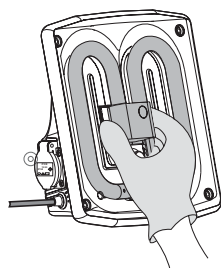

Fig. 15
5.1.3 Para retirar a lâmpada gasta, agarre na peça no meio da lâmpada e puxe-a. (Fig. 15).